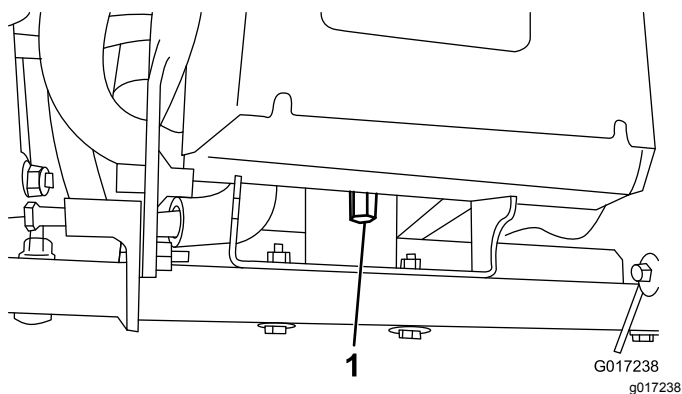

Рисунок 12
4. Отверните высокую гайку, которая крепит заднюю часть основания аккумуляторной батареи к раме машины (Рисунок 12).